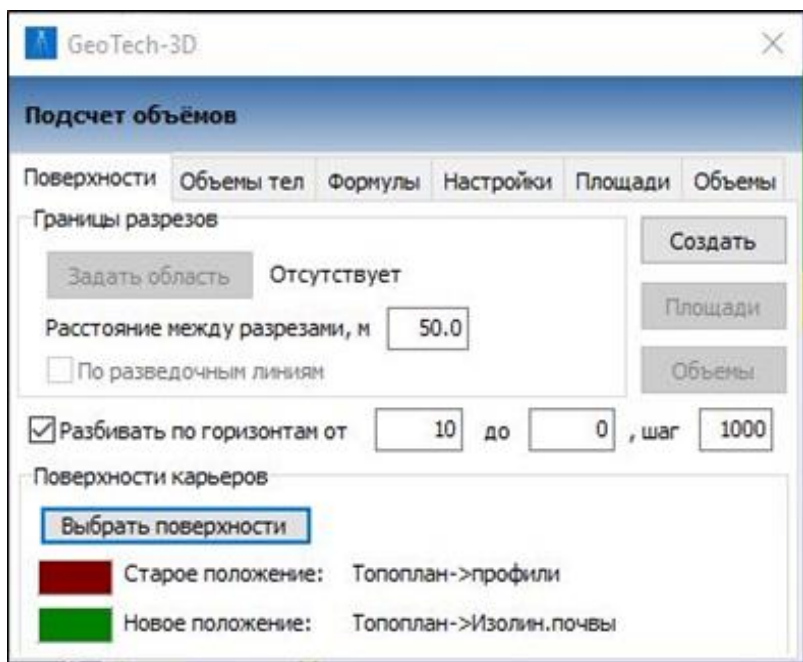

Рис. 10.8. Параметры поверхностей
19.2. Откройте инструмент **Подсчет объемов по разрезам** , в диалоговом окне **Объемы по разрезам** на вкладке **Поверхности** задайте параметры согласно рис. 10.8, выберите **Контур подсчета запасов** и нажмите **Задать область**.